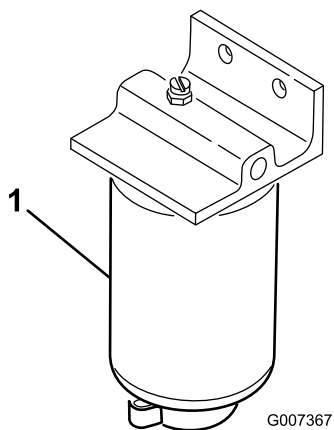

図 28
2. 燃料フィルタの下に燃料を受ける容器をおく (図 28)。
3. 燃料フィルタについているドレンプラグを開き、内部にたまっている異物を流し出す (図 28)。終了したらプラグを締める。